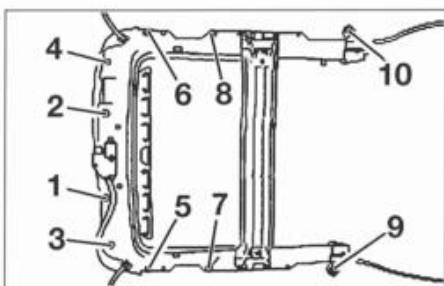

FIG. 79
- procurar poner correctamente el techo en los clips (3) antes de reapretar los tornillos de fijación.
- respetar el orden de apriete indicado (fig. 79).